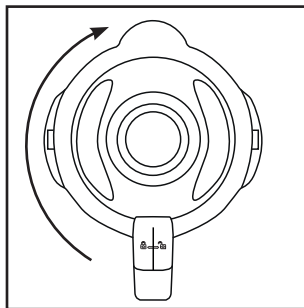

Abb. 2
- 4) Drücken Sie den Deckel **2** versetzt wieder fest auf den Mixaufsatz **3** auf. Schließen Sie den Deckel **2**, indem Sie ihn im Uhrzeigersinn in die Position ↷ drehen, bis er hörbar einrastet (siehe Abb. 2). Achten Sie darauf, dass die Ausgießnase am Mixaufsatz **3** verschlossen ist. Nur wenn der Deckel **2** bündig aufgesetzt ist, kann der Motor starten.